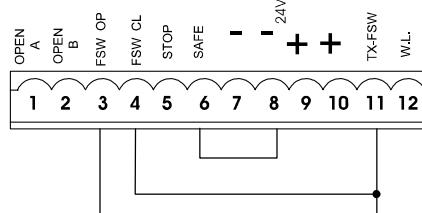

Fig. 26
N.B. Als er geen veiligheidsvoorzieningen worden gebruikt, moeten de klemmen worden overbrugd zoals op fig. 26.
Notabene: als er geen veiligheidsvoorzieningen bij sluiting worden aangesloten, moet een brug worden gemaakt tussen de klemmen FSW CL en -TX FSW (fig. 26).
Notabene: als er geen veiligheidsvoorzieningen "veiligheidslijst" worden aangesloten, moet een brug worden gemaakt tussen de klemmen SAFE en - (fig. 26).